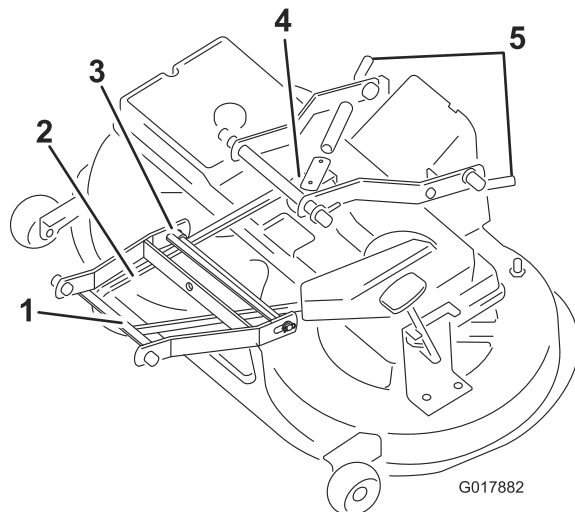

Bild 44
9. Ziehen Sie den Spannarm nach innen und nehmen Sie den Keilriemen von der Riemenscheibe (Bild 44).
11. Entfernen Sie den Stift zwischen dem Frontarmlenker und dem Mähwerkgehäuse (Bild 44).
12. Entfernen Sie den Keilriemen von der Motorscheibe (Bild 44).